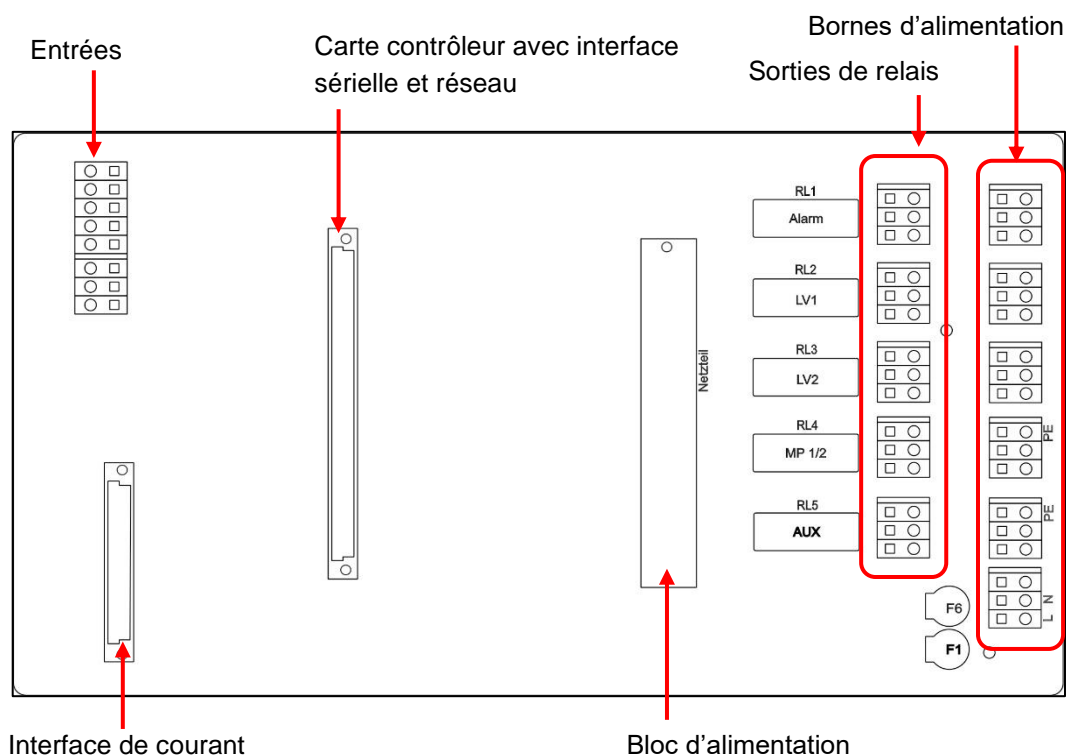

Figure 15
5. Si les composants de l'installation doivent être alimentés, commutez la tension de secteur (I) sur la borne commune (1) de chaque relais. Voir l'exemple de raccordement à la figure 15.